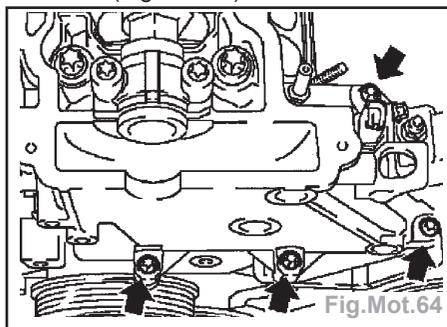

Fig.Mot.64
- Desserrer les 4 vis (flèches) de la culasse (Fig.Mot.64).
- visser les 4 vis (flèches) (Fig.Mot.64) (2 daN.m + 30° + 5°).